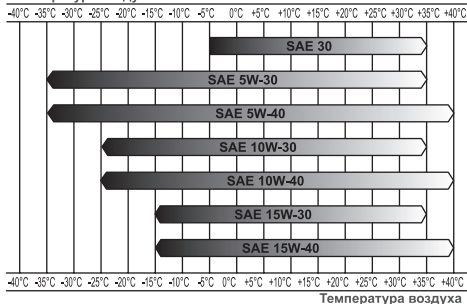

Рис. 6 Определение вязкости масла
*Нельзя применять масло для двухтактных двигателей. Рекомендуются применять моторное масло для четырехтактного бензинового двигателя категории SJ и выше по системе классификации API. Вязкость масла по классификации SAE выбирается в зависимости от температуры окружающего воздуха, при которой будет работать двигатель. При выборе вязкости масла пользуйтесь таблицей, показанной на Рис. 6.*